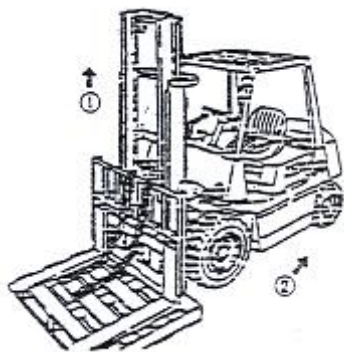

Рисунок 2-31
- (1) Поместите паллет на вилы погрузчика и поставьте его на ровную поверхность.
- (2) Опустите вилы, чтобы паллет коснулся земли
- (3) Отсоедините верхнее крепление цепи и снимите цепь с колеса.
- (4) Поднимите внутреннюю мачту (Поз. 1 на Рис. 2-31).
- (5) Сдвиньте на погрузчике назад после подтверждения того, что рама вилок была отсоединена от внутренней мачты (Поз. 2 на Рис. 2-31).
- (6) Замените главный ролик.